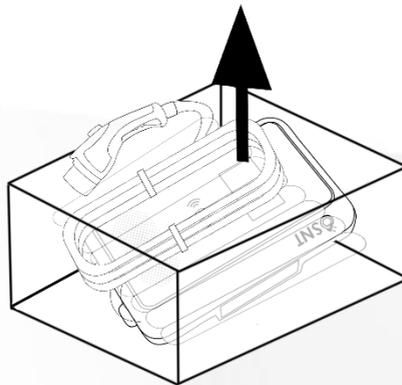

Fig.2
- c. Retirez la wall box, comme indiqué sur la Fig.2